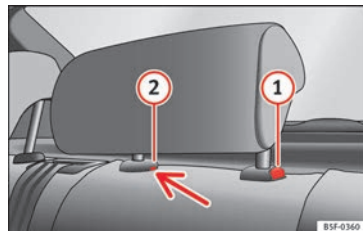

Fig. 150 Poggiatesta per il sedile posteriore centrale: punto di sblocco.
- Per regolare il poggiatesta ad un'altezza inferiore, premere il tasto ① » fig. 150 e farlo scorrere verso il basso.
- Premere il tasto ① » fig. 150, premendo al tempo stesso attraverso il foro della sicura ② » fig. 150 con un cacciavite piatto di massimo 5 mm di larghezza e ritirare il poggiatesta.